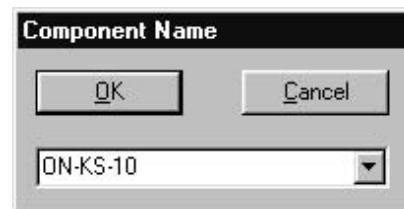

Рис.4.10.4
- Выполнить команды **Component/Save** и записать созданный библиотечный элемент под именем ОНп-КС-10 (рис.4.10.4).